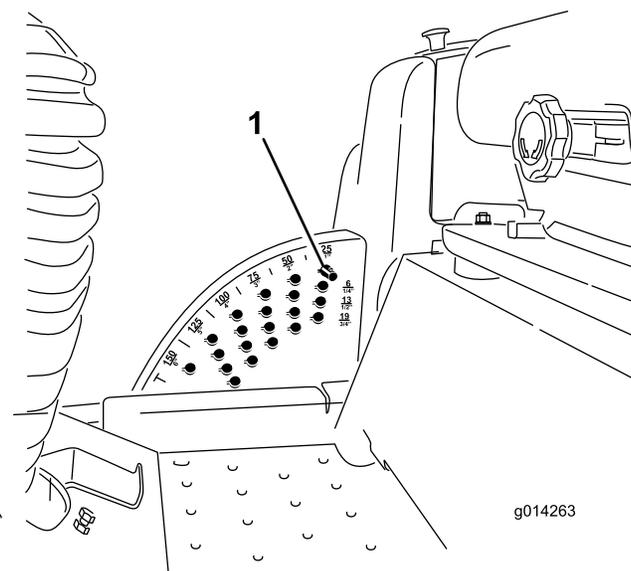

Figura 16
Nota: Para bloquear la carcasa del cortacésped en posición elevada, eleve la carcasa más allá de la posición de 15 cm, retire el pasador de tope de altura de corte (consulte Ajuste de la altura de corte), y ponga el pasador en la posición de altura de corte de 15 cm (Figura 16).
1. Con el motor en marcha, presione hacia atrás el interruptor de elevación de la carcasa hasta que la carcasa del cortacésped esté elevada del todo y **suelte el interruptor inmediatamente** (Figura 16).
2. Para ajustar, gire el pasador hasta que el nervio quede alineado con la ranura del taladro del soporte de altura de corte, y retire el pasador (Figura 16).
3. Seleccione un taladro del soporte de altura de corte que corresponda a la altura de corte deseada, inserte el pasador y gírelo para bloquearlo en esa posición (Figura 16).
Nota: Hay cuatro filas de taladros (Figura 16). La fila superior corresponde a la altura de corte impresa encima del pasador. La segunda fila corresponde a la altura impresa más 6 mm. La tercera fila corresponde a la altura impresa más 13 mm. La fila inferior corresponde a la altura impresa más 19 mm. Para la posición de 15,2 cm hay un solo taladro, situado en la segunda fila. Esta posición no añade 6 mm a la altura de 15,2 cm.